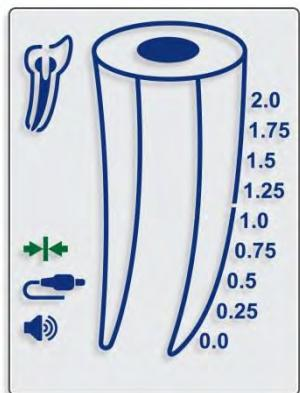

Bild 3
- 7.3.2. När ikonen Anslutning visas på skärmen är anslutningen korrekt (bild. 3).